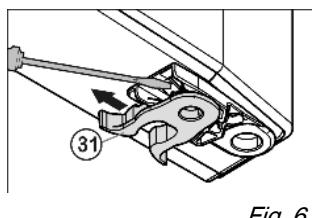

Fig. 6
- ▶ переставити Fig. 6 (31) пружинний затискач: Натиснути язичок защіпки вниз, зняти з нового пружинний затискач.